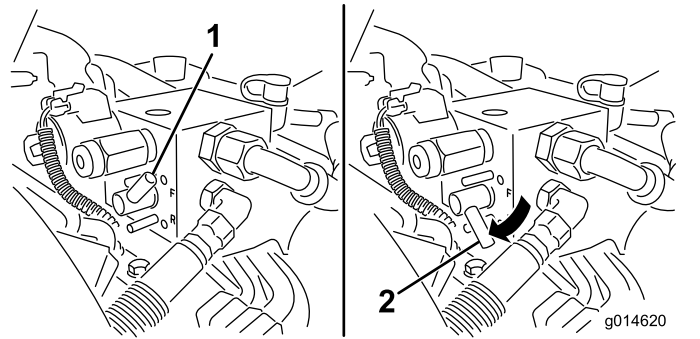

Figura 59
5. Girate la leva di lappatura in posizione di RETROMARCIA (R) (Figura 59).